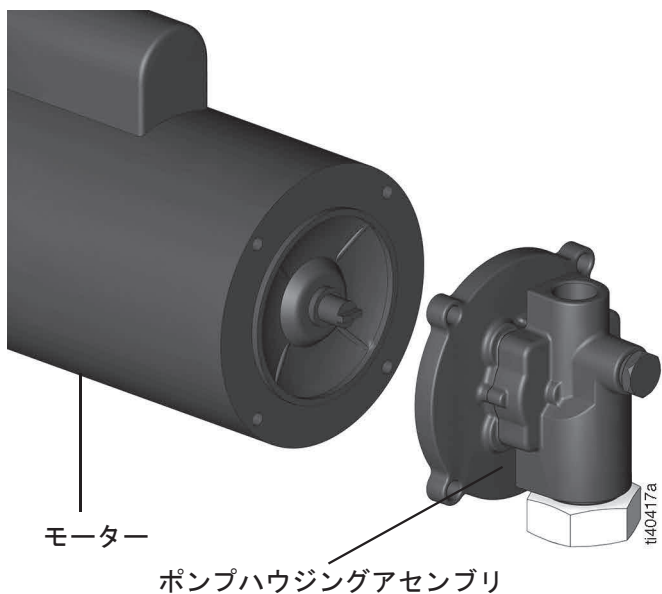

図8
6. ポンプハウジングアセンブリをモーターから外します(図8)。